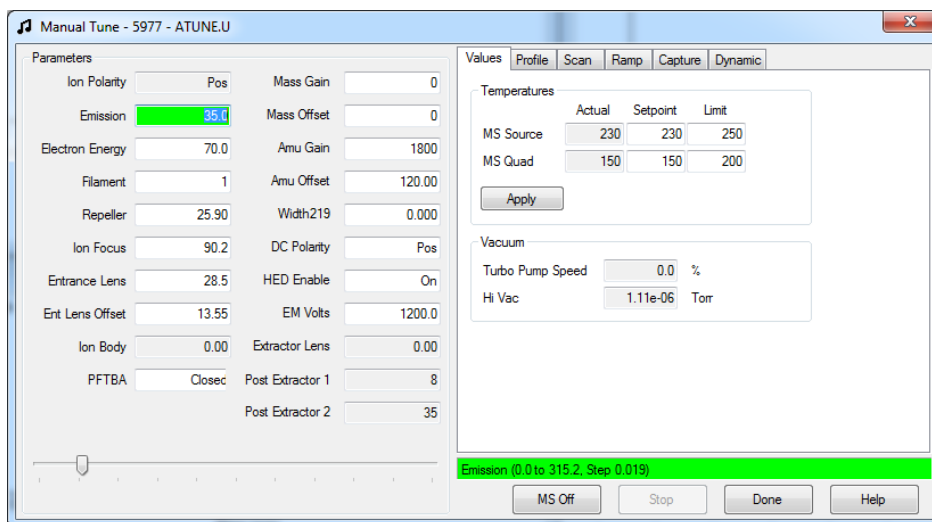

Figure 39 Onglet des valeurs du réglage manuel, mesure du vide poussé
- 5 Sélectionner l'onglet **Values** (Valeurs) pour afficher la mesure du vide poussé. (Voir **Figure 39**.)